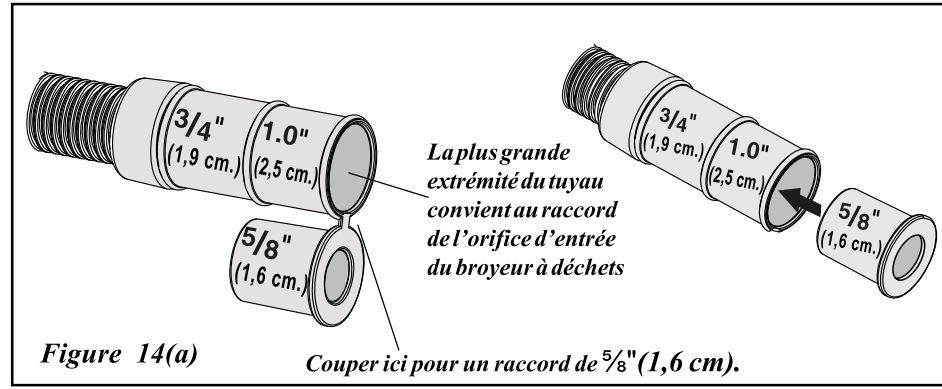

Figure 14(a)
- Si vous raccordez le lave-vaisselle à un broyeur à déchets, raccordez-y la plus grande extrémité du tuyau de vidange. (Reportez-vous à la figure 14 (a) Vous devez enlever le bouchon qui se trouve dans l'orifice d'entrée du broyeur à déchets avant d'effectuer le raccordement final au tuyau de vidange. (Reportez-vous à la figure 14 (b))